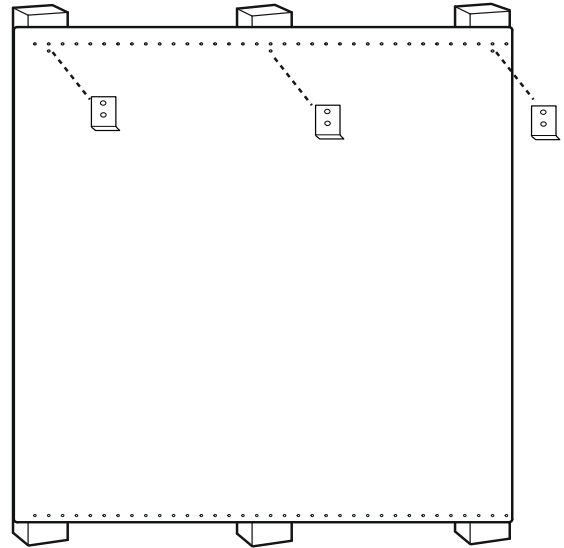

Figure 23 : Dossieret de protection avec étagère garde-chaud
3. À l'endroit indiqué sur la Figure 23 fixez les supports inférieurs fournis avec l'étagère garde-chaud à travers le dossieret de protection, dans les montants de cloison.